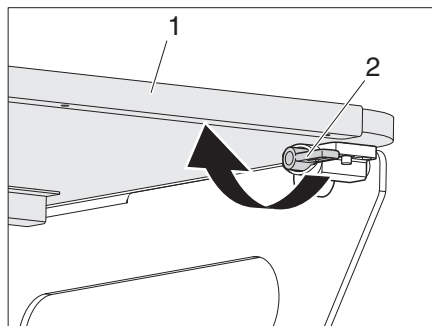

Figure 24 Verrou de la rallonge de lit
- Tourner de 180° les verrous (Figure 24,2) à gauche et à droite de la rallonge de lit (Figure 24,1).